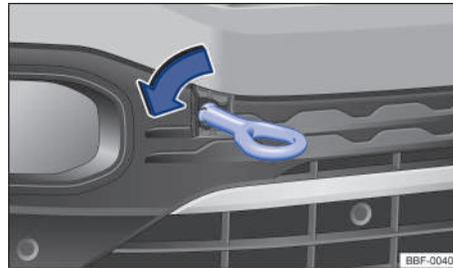

Fig. 215 En el parachoques delantero a la derecha: enrosque la argolla de remolque.
- Enrosque la argolla para remolque tan firme como sea posible **en sentido antihorario** en el alojamiento → fig. 215 ① → ②. Utilice un objeto adecuado para que la argolla de remolque, se pueda enroscar firmemente en el alojamiento.